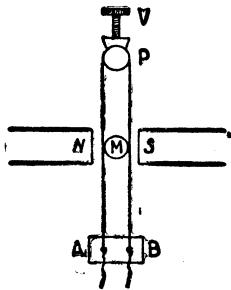

Figure 16
**1° Galvanomètre à miroir: Procédé R. C. A. Phonotone.** — Un fil fin F (fig. 16) est replié en deux et passe sur une poulie P. Les deux brins du fil sont parallèles et amarrés en A et B. Un miroir M est collé à cheval sur les deux fils. L'ensemble est placé entre les pôles N et S d'un aimant. Il est clair que lorsque le fil est parcouru par un courant, les efforts électrodynamiques développés ont tendance à faire osciller le miroir. On peut donc réaliser un oscillographe avec un tel galvanomètre, à condition de régler correctement la période propre et l'amortissement du système.